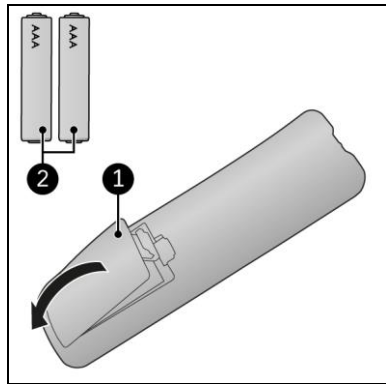

Abbildung 11
1. Entfernen Sie die Abdeckung (Abbildung 11, Pos. 1).
3. Legen Sie zwei Batterien (AAA 1,5 V) (Abbildung 11, Pos. 2) wie im Batteriefach angegeben ein. Stellen Sie sicher, dass die Batterien richtig eingelegt sind.
5. Entfernen Sie die Batterien aus der Fernbedienung (Abbildung 11).